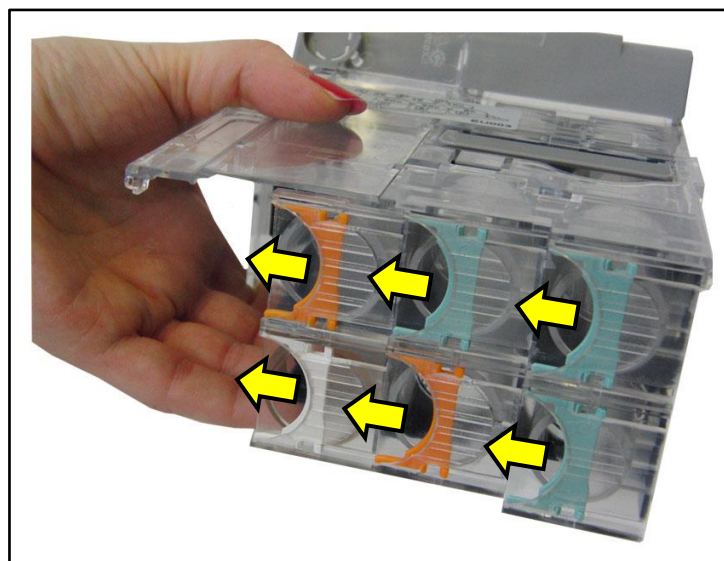

Fig.5A
**PRIMA DI REINSERIRE LA CASSETTA TUBI, CONTROLLARE CHE GLI ESTRATTORI SIANO CORRETTAMENTE ALLINEATI (Fig.5A).